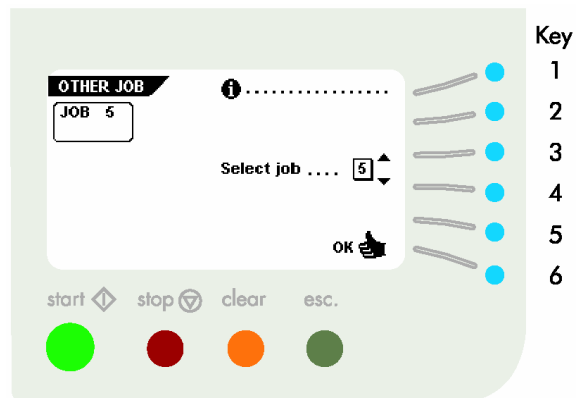

Fig. 11
Al pulsar la tecla □ en el □main menu (1)□ el display muestra el menú □other job□ (otra tarea) (véase fig. 11). El menú □other job□ muestra las funciones siguientes:
- elegir la tarea deseada y confirmar con □□□□ (tecla 6) que le devuelve al □main menu (1)□